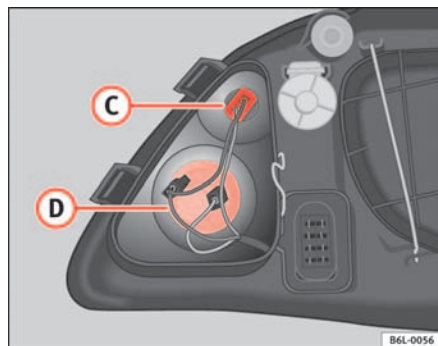

Fig. 147 Luz intermitente
- Gire hacia la izquierda el portalámparas y extráigalo de su alojamiento ⇒ fig. 147 ②.